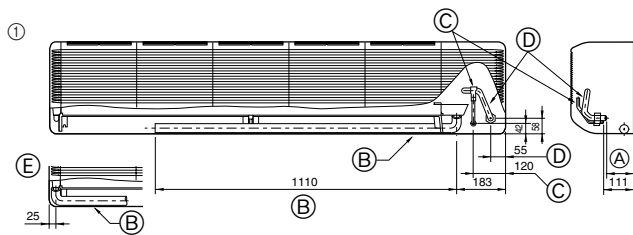

Fig. 4-3
- ① Placering for køle- og drænrørføring (Fig. 4-3)